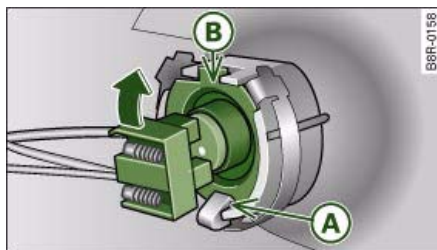

Fig. 255 Colocar la lámpara
- Coloque la lámpara en la carcasa portalámpara empujando por abajo ⇒ fig. 255, en la posición **A**.
- Alce el conector de plástico en el sentido que indica la flecha ⇒ fig. 255 hasta que la lámpara encastre en el soporte. Si no lo consigue a la primera, corrija la posición de la lámpara de incandescencia.